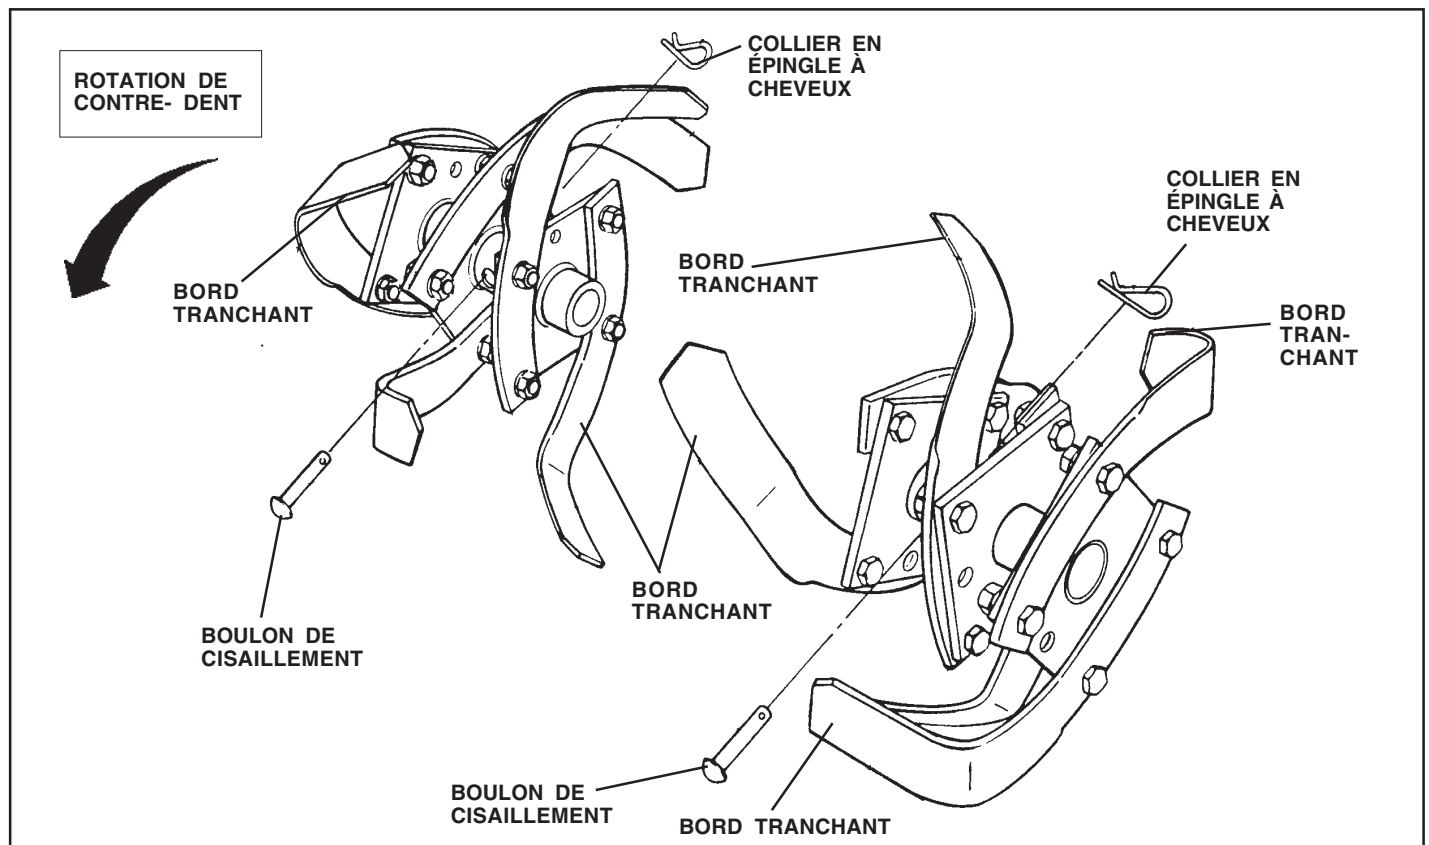

FIG. 28
- Le montage des nouvelles dents devrait être montées comme montré dans la Fig. 28. Les bords des dents aiguisées tourneront en arrière à partir d'en haut.